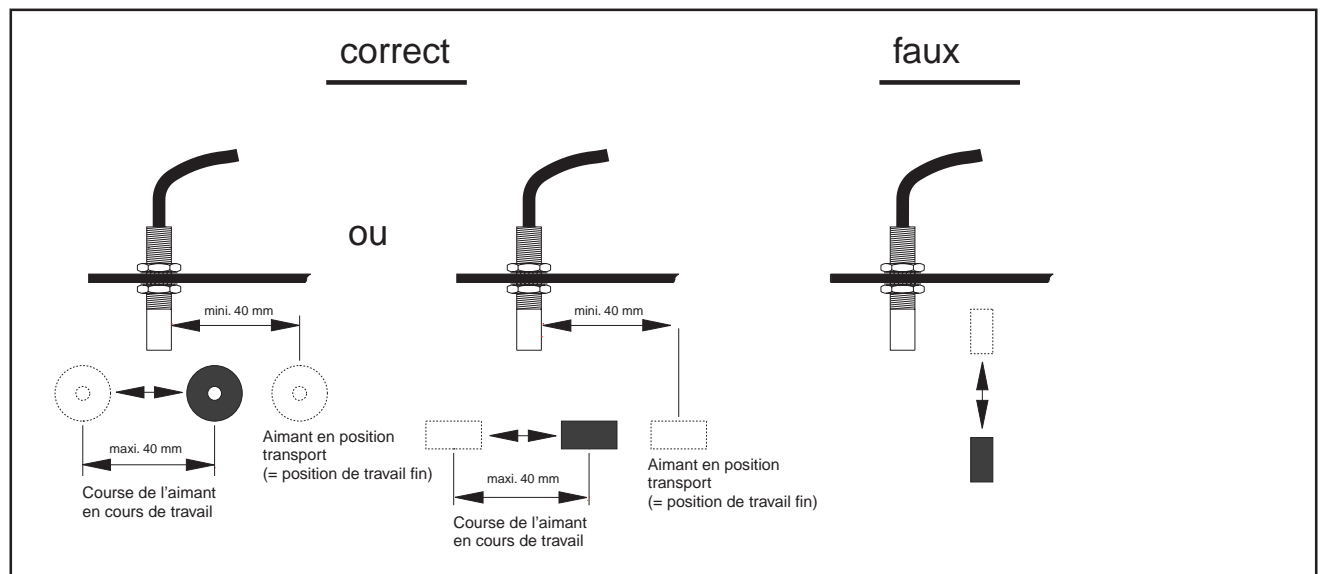

Fig. 5.7
**Si au travail, la pièce de la machine sur laquelle est fixé l'aimant effectue devant le capteur un déplacement supérieur à 40 mm, il est nécessaire de monter un deuxième aimant dans le sens de déplacement de l'aimant afin de pouvoir identifier distinctement la position "au travail" (fig. 5.7).**
**Si la machine est remise en position de transport, l'aimant doit être écarté d'au moins 40 mm du capteur, afin de pouvoir reconnaître nettement que la machine n'est plus au travail (fig. 5.7).**